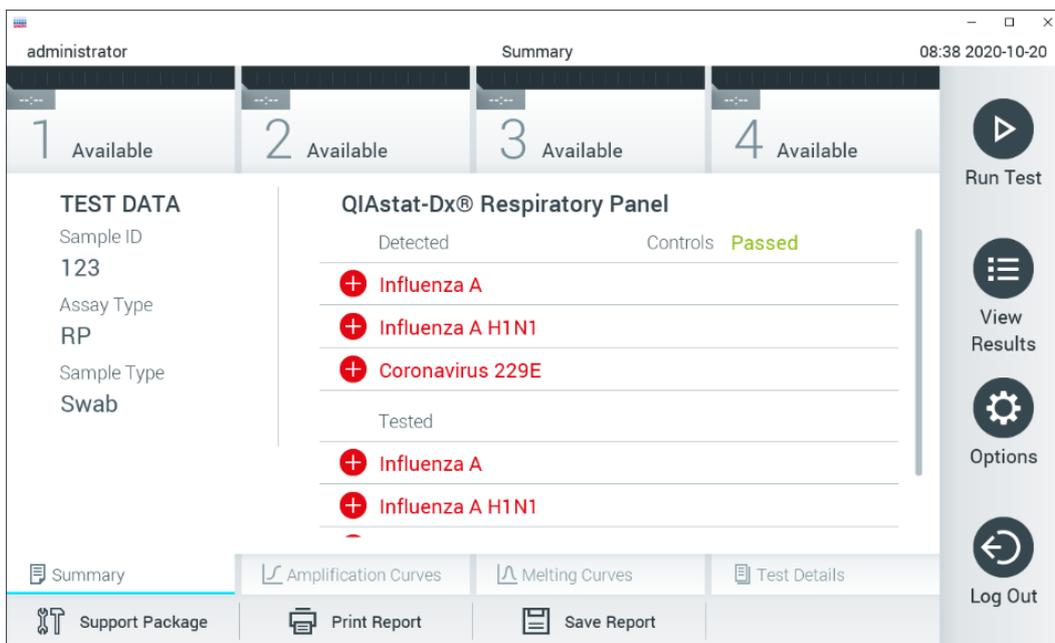

Figura 30. Schermata Summary (Riepilogo) dei risultati.
11. Dopo l'espulsione della cartuccia d'esame QIAstat-Dx, comparirà la schermata Summary (Riepilogo) (Figura 30). Per ulteriori informazioni, consultare il paragrafo 5.5.